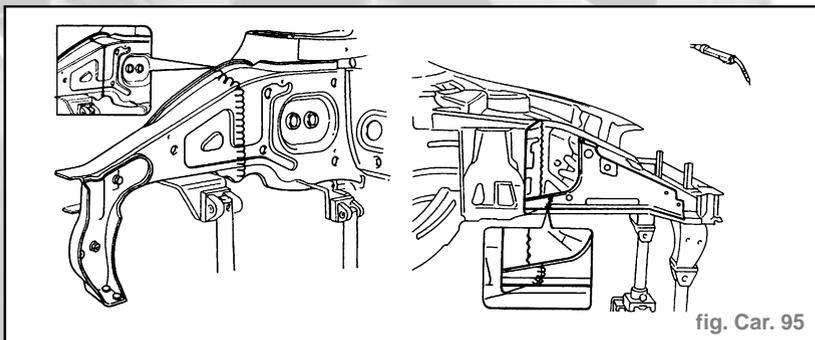

fig. Car. 95
- Repositionner l'élément de rechange sur le véhicule et sur le gabarit, contrôler son parfait alignement, ensuite souder le flanc puis le renfort (fig. Car. 95).